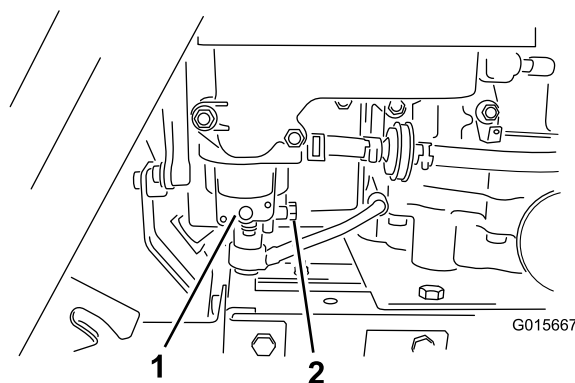

Figura 26
- Aprire il cofano per accedere al carburatore sotto il filtro dell'aria (Figura 26).
Nota: Il tappo della vaschetta del galleggiante del carburatore è rivolto verso il retro della macchina (Figura 26).